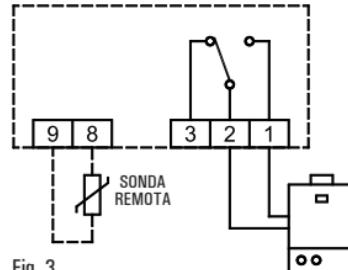
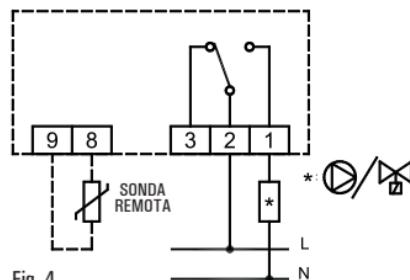

Fig. 3.
Fig. 4.
- Realizar las conexiones eléctricas siguiendo el esquema de conexión de Fig. 3 o Fig. 4.
Inserir las pilas respetando la polaridad indicada en el compartimento pilas (Fig. 4) y realizar la operación de reset actuando con un objeto con punta en el orificio pertinente (L de Fig. 4); NO UTILIZAR AGUJAS. Los botones presentes debajo de la portilla inferior son 3:
'OK': Programación/Hora/ Confirmación (I de Fig. 4);
'▲': Adelante (G de Fig. 4);
'▼': Atrás (H de Fig. 4);